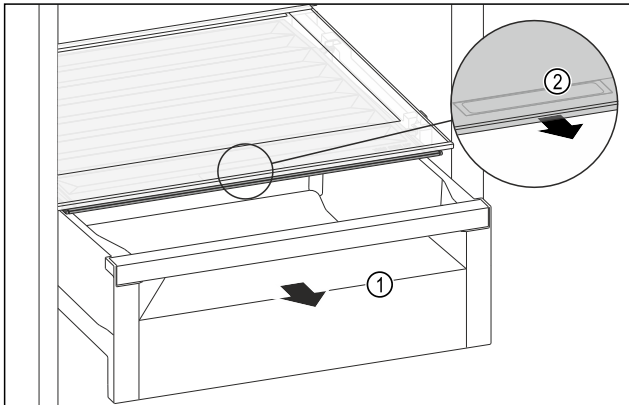

Fig. 108
- ▶ Изтеглете чекмеджето Fig. 108 (1).
- ▶ Хванете вдлъбнатия захват Fig. 108 (2) на капака на отделението и едновременно с това издърпайте напред капака на отделението.